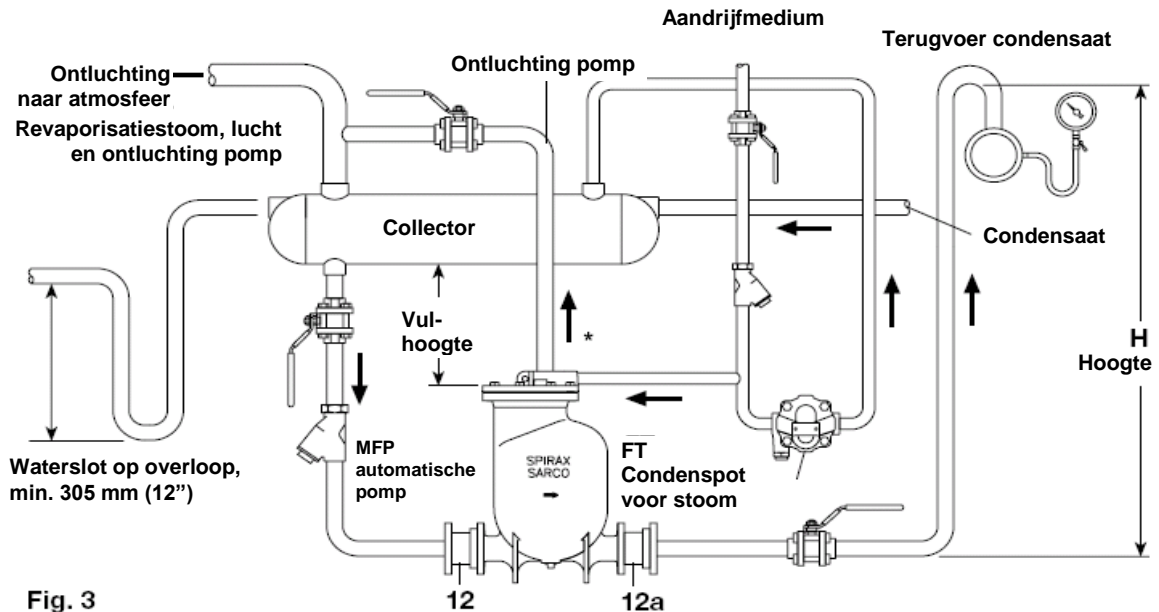

Fig. 3
1. Monteer de pomp onder het toestel dat moet ontwaterd worden, de uitlaatleiding verticaal naar boven. Voorzie de aanbevolen vulhoogte zoals aangeduid in fig. 3 (verticale afstand tussen bovenkant pomp en onderkant collector). Voor andere vulhoogten, raadpleeg de capaciteitsgrafiek.
3. Monteer de terugslagkleppen (12) en (12a) op de pomp en zorg er voor dat zij in de correcte doorstroomrichting gemonteerd zijn. Span de flensbouten aan tot 76-84 Nm. Horizontale leidingen vóór de toevoerterugslagklep en achter de afvoerterslagklep moeten tot het minimum beperkt worden. Sluit de pompafvoerleiding aan aan de condensatretourleiding. Flensbouten aanspannen op 76-84Nm.
De collector moet voldoende inhoud hebben boven de vulhoogte om het condensaat op te vangen dat toegevoerd wordt tijdens de pompfase. De collector kan een tank zijn of een lengte buis van grote diameter. Indien gewenst kan, op de collector, een overloop voorzien worden met U-vormig waterslot van minimum 305 mm zoals getekend in fig.3.